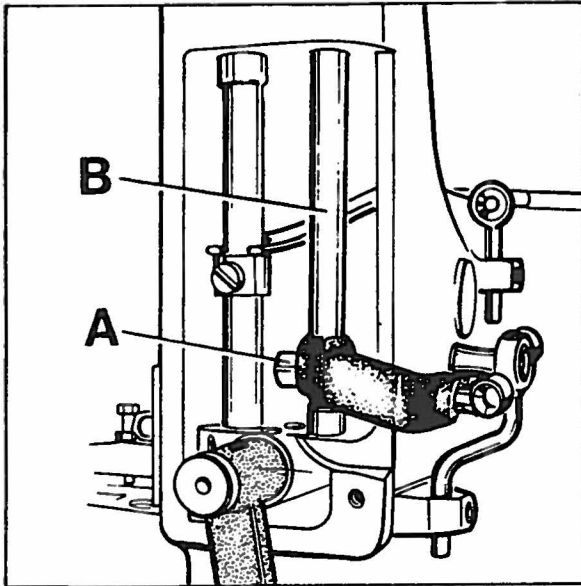

Fig. 10
If an adjustment is necessary loosen clamp screw (A, Fig. 10) in the needle bar connection and move the needle bar (B) up or down, as required. Care should be taken not to disturb the alignment of the needle bar when making this adjustment. Retighten clamp screw.
Ist eine Einstellung notwendig, l sen Sie die Klemmschraube (A, Fig. 10) im Nadelstangenmitnehmer und schieben Sie die Nadelstange (B) entsprechend nach oben oder unten. Beachten Sie, da  bei dieser Einstellung die Ausrichtung der Nadelstange nicht ver ndert wird. Ziehen Sie die Klemmschraube wieder an.